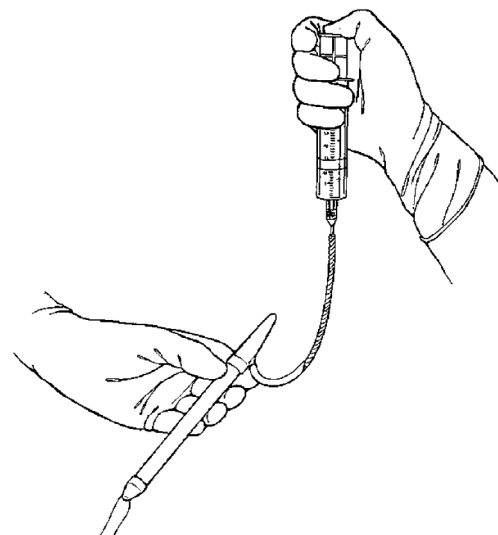

Figura 3-2. Preparazione del cilindro
- Impugnare il cilindro dalla parte posteriore, con la punta frontale rivolta verso il basso per consentire il riempimento della porzione distale del cilindro per prima (**Figura 3-2**).